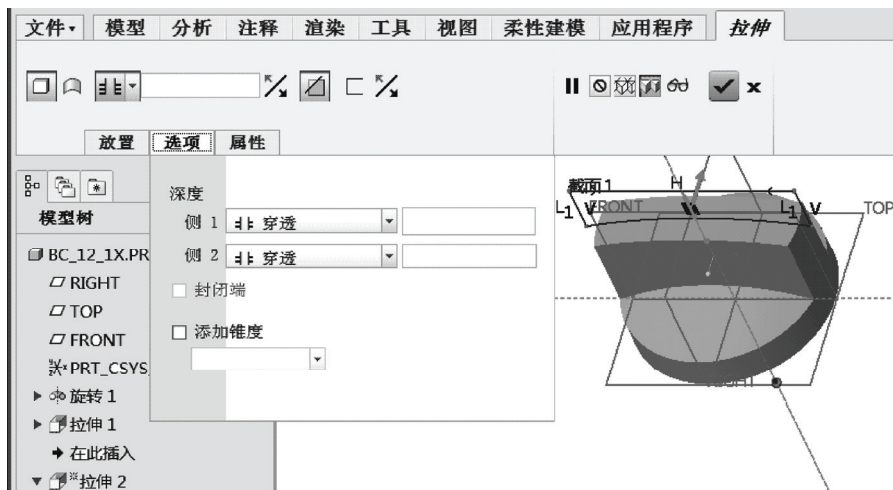

图 12-7 设置两侧的深度选项
- 5) 在“拉伸”选项卡中打开“选项”面板，将第 1 侧（“侧 1”）和第 2 侧（“侧 2”）的深度选项均设置为（穿透）图标选项，如图 12-7 所示。